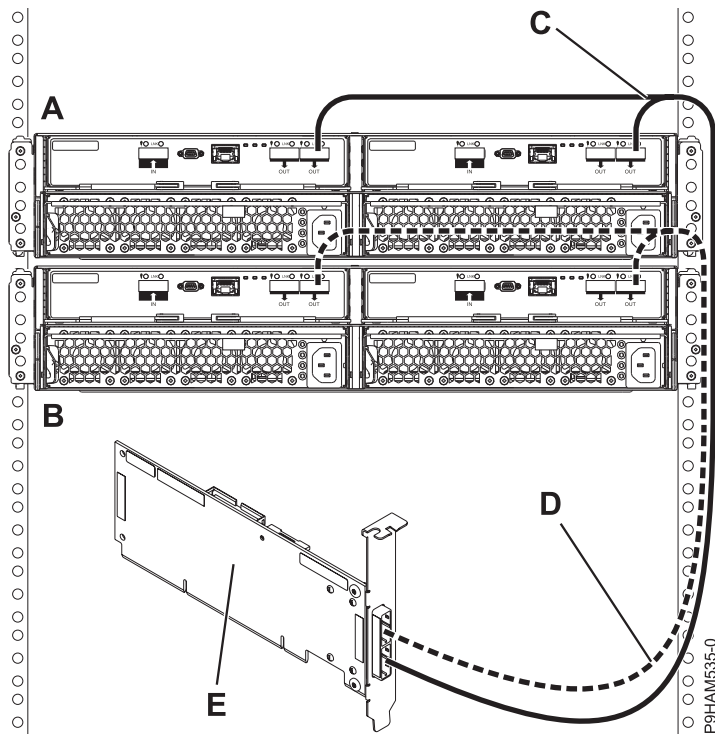

Abbildung 24. Modus 1-Anschluss von zwei Gehäusen mit YO-Kabeln an einen einzelnen SAS-Adapter
15. Schließen Sie zwei Gehäuse im Modus 1 (**A und B**) mit YO-Kabeln (**C und D**) an einen einzelnen SAS-Adapter (**E**) an, wie in Abb. 24 auf Seite 23 dargestellt.